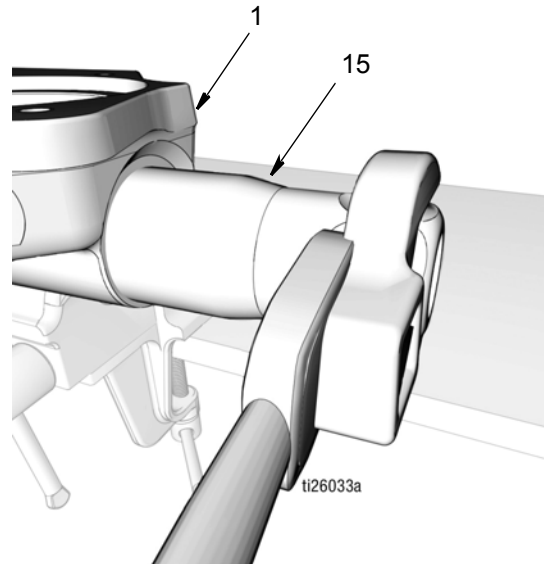

FIG. 45
- c. Enrosque la válvulas de retención de salida (15) en la base de la bomba (1) (FIG. 45). Ajuste firmemente. Apriete después a un par de 50 a 55 ft. lbs (67,8 a 74,5 N•m).